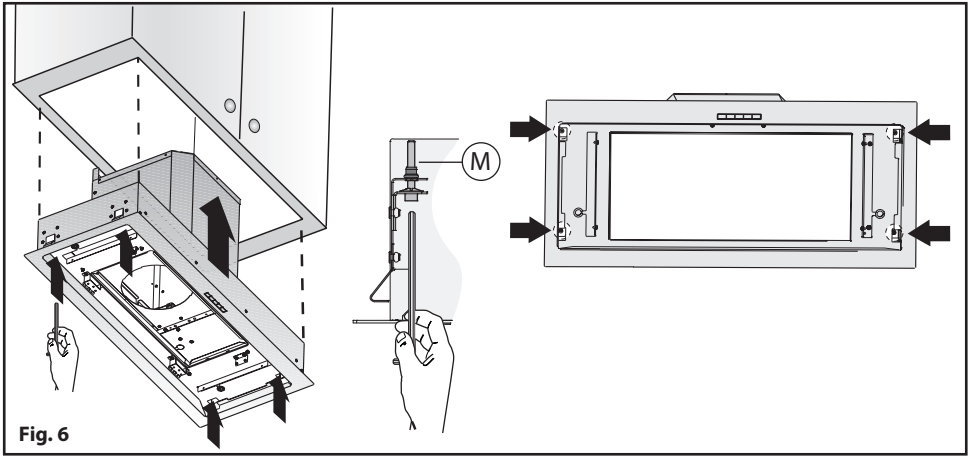

Fig. 6
- Wbudować okap kuchenny w szafkę (**Rys. 6**) i upewnić się, że 4 sprężyny są stabilnie osadzone.
- Przymocować definitywnie okap do szafki, dokręcając śrubokrętem specjalne śruby M w taki sposób, aby urządzenie było dosunięte do oporu do szafki (**Rys. 6**).